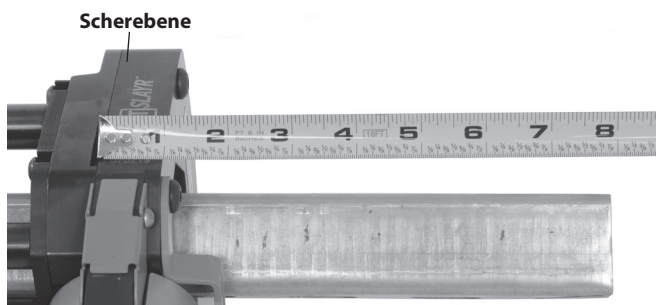

Abbildung 6A - Messen der Profillänge
- Verwenden Sie den Bandmaßschlitz (in der Scherebene) (Abbildung 6A).